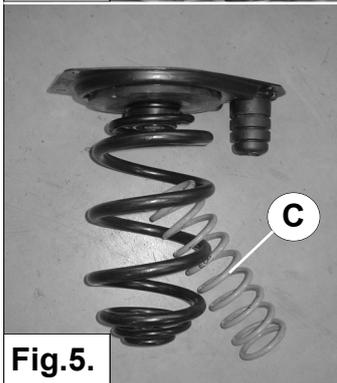

Fig.5.
6. Draai de hulpveer C in de hoofdveer. Zie fig 5 en 6.
6. Turn the auxiliary spring C in the mainspring. See fig. 5 and 6.
6. Drehen Sie die Hilfsfeder C in die Hauptfeder. Sehe fig. 5 und 6.
6. Vissez le ressort auxiliaire C dans le ressort principal. Voir fig. 5 et 6.
6. Placera hjälpfjädersätet C inuti huvudfjädersätet. Se fig. 5 & 6
6. Introduzca el muelle auxiliar C en el muelle principal. Véase fig. 5 y 6.